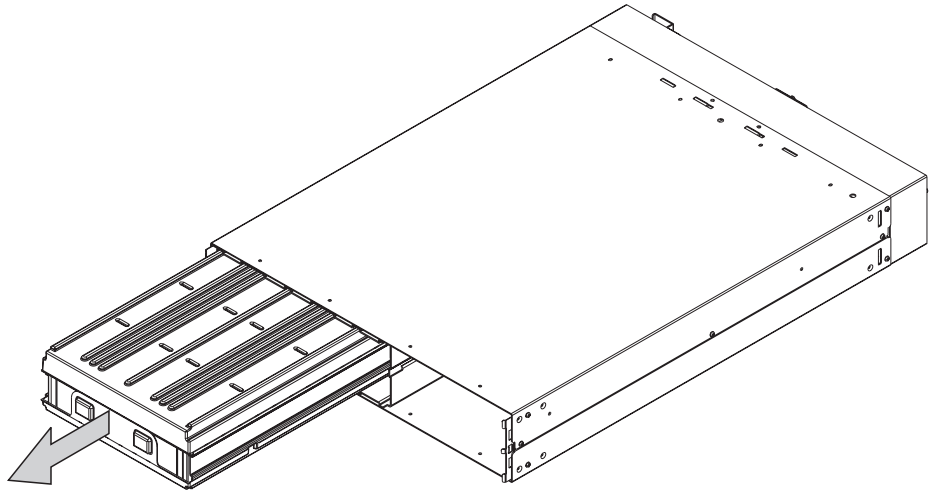

图 116. 卸下不间断电源电池
4. 卸下电池板，然后就能碰到电池（请参阅第 169 页的图 116）。